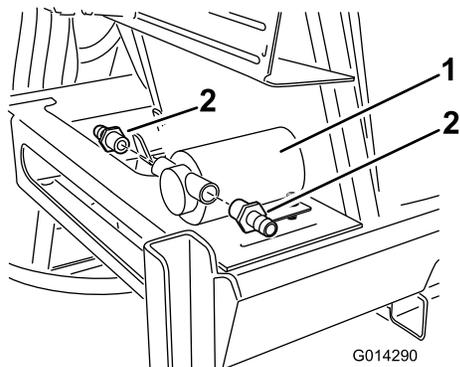

図 20
3. 付属部品の中からホース用のストレート・フィッティング (先がバーブ (鋸歯形状) のコネクタ) を探し出す。これらのフィッティングをポンプの給水口と吐出口に取り付ける (図 20)。